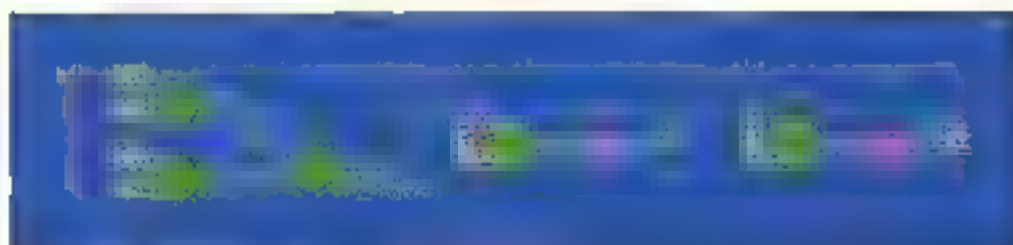

Fig. 7 - Génération de A2-A1 et BHE à partir de BE0-BE3
- Un bus d'adresse de 32 bits composé de 30 lignes d'adresse (A2-A31) et de 4 lignes de validation d'octets (BE0-BE3). Huit milliards de mots de 32 bits sont ainsi accessibles et ces quatre lignes spécifieront quels seront les octets du mot que le 386 désire transférer (fig. 6). Les lignes A1 et A0 ou BHE peuvent être reconstituées si besoin est selon les fonctions représentées en figure 7.